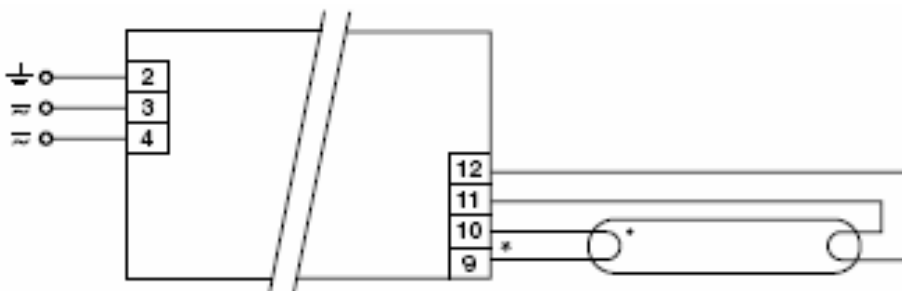

Bild 3: Verdrahtung Lampe-elektronisches Vorschaltgerät
- Verdrahtung Lampe - EVG: Die 4 Sockelstifte der Lampe müssen während der gesamten Verwendung als Messlampe (Einbrennen – Messung) immer in der gleichen Weise mit dem Klemmblock des Vorschaltgerätes verbunden sein (siehe Bild 3). Die Verdrahtung Lampe – EVG darf die maximal zulässige Länge nicht überschreiten und die Stempelseite (Kühlstelle) der Lampe muss mit den Anschlüssen des EVG's verbunden werden, welche die kürzere Verdrahtungslänge haben. (Angaben im Datenblatt oder am EVG beachten).